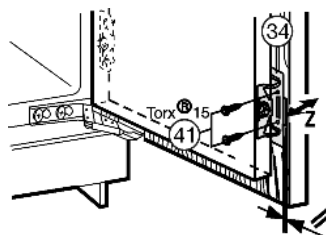

Fig. 21
- ▶ Deur van het apparaat met schroeven *Fig. 21 (41)* door de bevestigingshoek *Fig. 21 (34)* op de kastdeur vastschroeven.